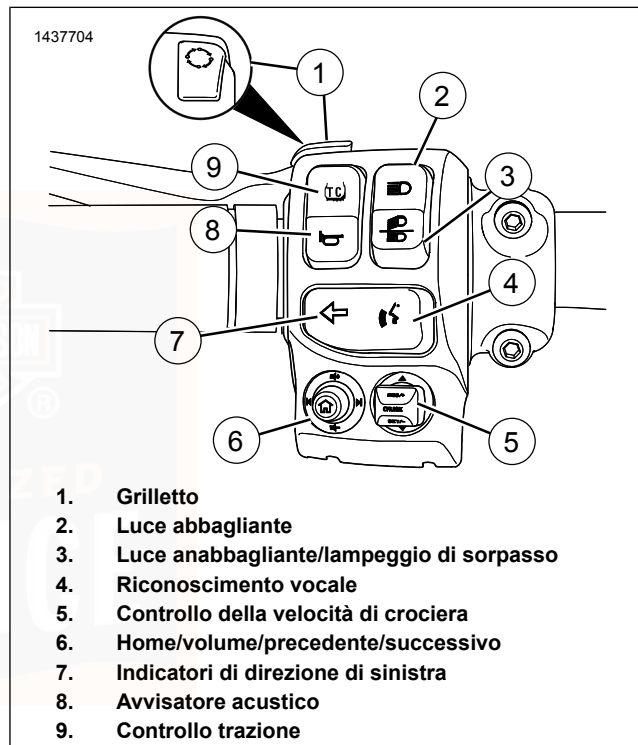

Figura 24. Modulo dell'interruttore di sinistra (tipico)
Vedere Figura 24 **Veicolo spento**: premere l'interruttore a grilletto (1) per visualizzare il chilometraggio totale sul contachilometri. **Veicolo in modalità di accensione/accessori**: premere l'interruttore a grilletto per scorrere le funzioni del contachilometri. Vedere Tabella 31.
Vedere Figura 24 Premere l'interruttore della luce abbagliante (2) per accendere la luce abbagliante. L'accensione della spia di colore blu della luce abbagliante indica l'accensione della luce abbagliante. Vedere Tabella 31.
Luce anabbagliante: vedere Figura 24. Premere la parte inferiore dell'interruttore della luce anabbagliante/lampeggio di sorpasso (3) per accendere la luce anabbagliante.
Vedere Figura 24 L'interruttore del riconoscimento vocale (4) attiva l'omonima funzione sui veicoli equipaggiati. Con una cuffia collegata, premere l'interruttore dei comandi vocali. La radio presenta un elenco dei comandi disponibili. Pronunciare il comando desiderato nel microfono degli auricolari. Vedere il MANUALE D'USO del BOOM! BOX.
Vedere Figura 24 L'interruttore di controllo della velocità di crociera (5) viene utilizzato per azionare il controllo della velocità di crociera sui veicoli equipaggiati. Per informazioni dettagliate sul funzionamento, vedere Controllo della velocità di crociera (Pagina 114) .
Vedere Figura 24 L'interruttore a cinque posizioni HOME/VOLUME/PREVIOUS/NEXT (6) (schermata
Attivare: Vedere Figura 24. Premere l'interruttore dell'indicatore di direzione di sinistra (7) per attivare l'indicatore di direzione di sinistra. Vedere Tabella 31.
Vedere Figura 24 L'avvisatore acustico viene azionato premendo il pulsante dell'avvisatore acustico (8). È possibile azionare l'avvisatore acustico per 10 secondi alla volta. Se si tiene premuto l'interruttore più a lungo, l'avvisatore acustico si disattiva automaticamente. Vedere Tabella 31.
Vedere Figura 24 L'interruttore del controllo trazione (9) attiva e disattiva il sistema di controllo trazione e permette di selezionarne le relative modalità sui veicoli che ne sono equipaggiati. Vedere Tabella 31.
L'interruttore a grilletto si trova sulla parte anteriore del comando di sinistra. Vedere Figura 24